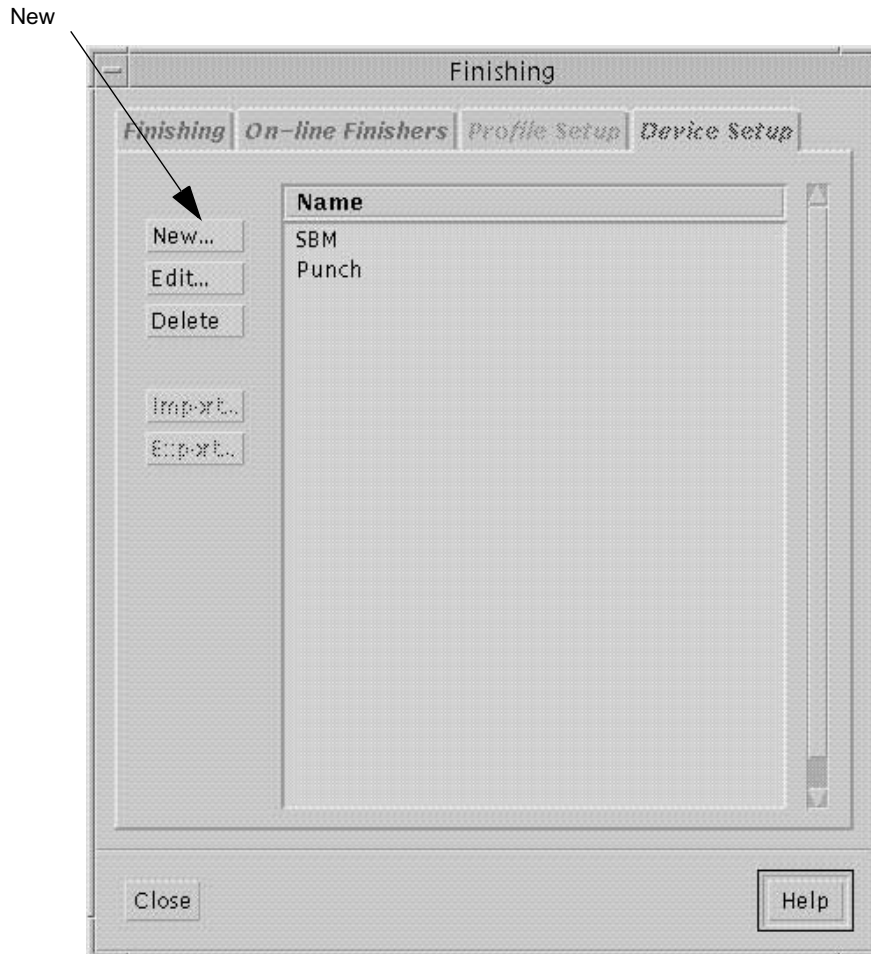

Figura 1-7: Pantalla de la ficha Device Setup
Aparece la pantalla de la ficha **Device Setup** tal como se muestra en la figura 1-7.
- 4 Haga clic en el botón **NEW (NUEVO)** tal como aparece en la figura 1-7.